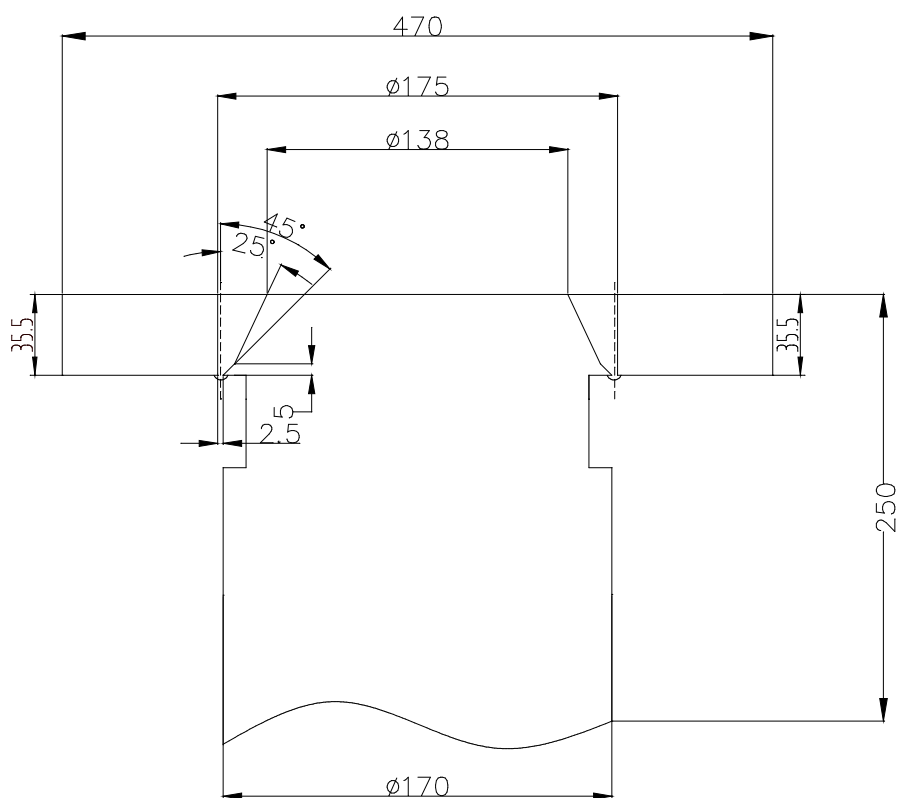

图 6
- (1) 图纸及参数, 见图 6 所示。
- (2) 规格: 方环规格为 $470 \times 470 \times 35.5 \times \Phi 175 \text{mm}$ 的试板与 $\Phi 170 \times 250 \text{mm}$ 的圆柱构成的对接焊缝。
- (3) 材质: 316L。